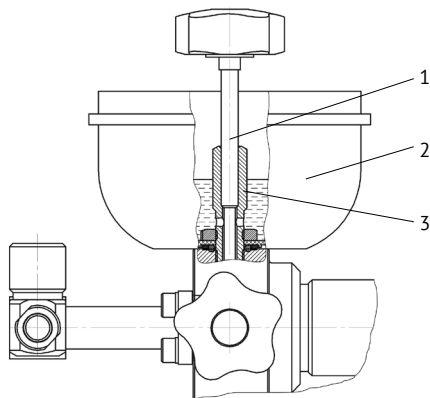

Рис. 3. Вид сбоку
6.4 Заверните иглу *вентиля сброса давления 1* (Рис. 3) в резьбовую *втулку 3* стакана 2 до упора, не прилагая больших усилий.
6.7 Вращением *штурвала 9* по часовой стрелке переместите *ходовой винт 11* до упора вперед, затем вращением против часовой стрелки переместите *ходовой винт* до упора назад. Прокатайте рабочую жидкость в системе до тех пор пока не прекратится появление пузырьков воздуха из отверстий *штулки 3* (Рис. 3) стакана.